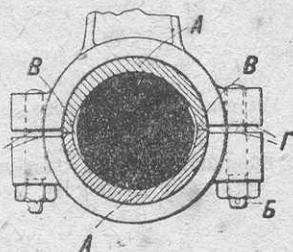

Рис. 62. Вкладыш (подшипник) шатуна.
2. Износ подшипников. Износ подшипников обнаруживается по непрерывному металлическому стуку во время работы, а также по некоторому ослаблению мощности двигателя. В этом случае следует немедленно проверить подшипники шатунов и устранить замеченные повреждения. Только у очень запущенных двигателей может оказаться необходимой заливка подшипников заново; в большинстве случаев можно будет обойтись пригонкой или пришабриванием подшипников. На рис. 62, представляющем собой поперечный разрез шатунного подшипника, места, подверженные наибольшему износу, обозначены буквами А.
По окончании пришабривания на вкладыше делают небольшие выемки в местах В, В (рис. 62) для того, чтобы дать возможность смазочному маслу распространяться по всей длине вкладыша. На рисунке выемки показаны для наглядности в несколько увеличенном виде.